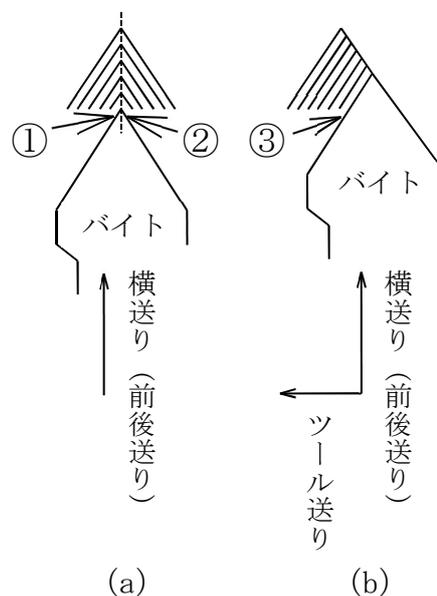

図 7.17 ねじ切りにおける切込み方法
⑮ ねじ切りバイトの切込み方法
- (a) ねじ切り作業においては、図 7.17(a)のように、横送りハンドルの切込みだけで仕上げることもできる。しかし、①・②の両切り刃に切削抵抗が作用するので、仕上げ面が滑らかに削れない。
- (b) そこで、図 7.17(b)のように、横送りおよびツール送りハンドルを両方を使用し、切削抵抗が主として③に作用する加工方法がある。この方法により、ねじの表面を滑らかに加工することができる。
[図 7.17]